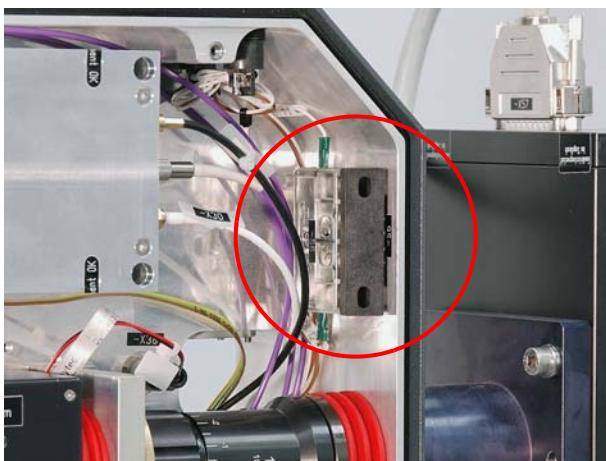

Abbildung 4.15 Interlockschalter überbrückt
2. Interlockschalter (Abbildung 4.15) brücken.